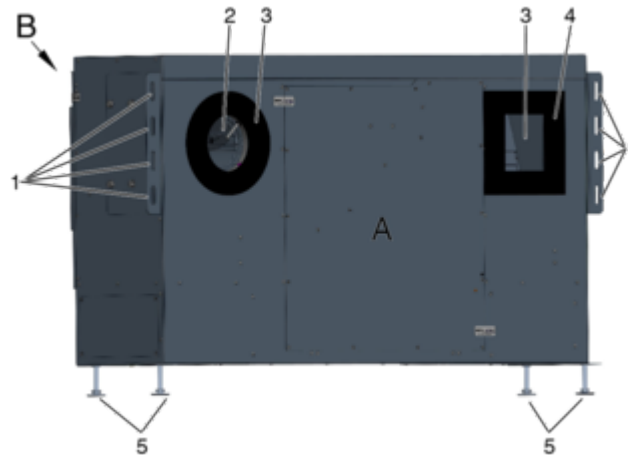

Abb. 4: Geräteaufstellung
1. ▶ Lüftungsgerät mit der Fassadenseite (Abb. 4 /A) an die Fassade stellen. Die Luftöffnungen (Abb. 4 /2 und Abb. 4 /4) müssen dabei mit den Öffnungen in der Fassade übereinstimmen, ggf. mit Justierfüßen justieren.
2. ▶ Das Lüftungsgerät mit geeigneten Schrauben (\varnothing 6 mm) an den Befestigungslöchern (Abb. 4 /1) und mit der Fassade verschrauben.
3. ▶ Justierfüße (Abb. 4 /5) justieren und kontern.